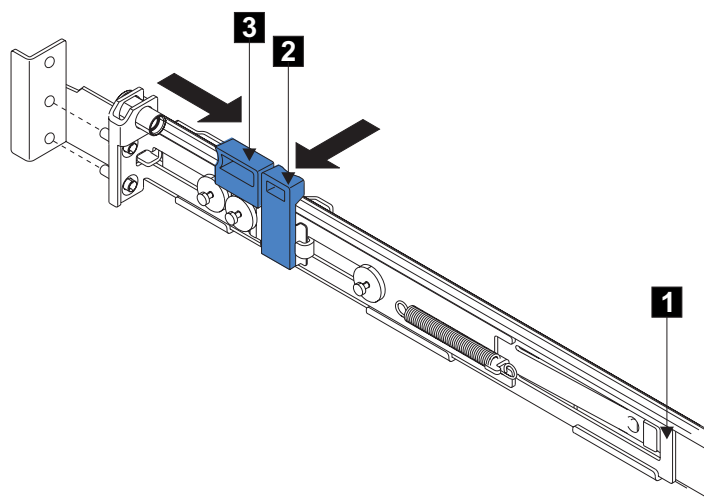

図 62. 後部のラッチ・ロック・キャリア・アセンブリーを開く
5. 後部レール・ブラケット **1** (図 62) を、止まるまでレールの前面に向かって押します。これで、レールはその一番短い長さに調整されます。